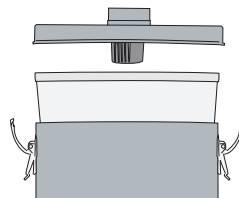

figure 10 | figura 10
- 4. Remove filter and empty (figure 10).**
Retirer le filtre et le vider dans un récipient approprié (figure 10).
Sacar el filtro y vaciarlo en un recipiente apropiado (figure 10).